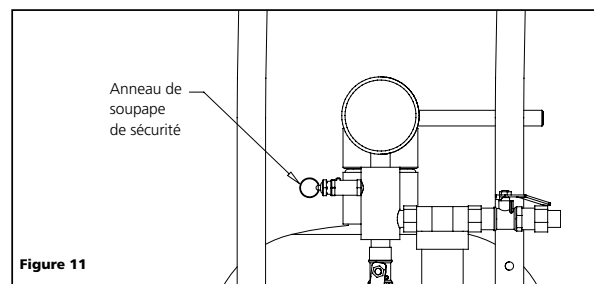

Figure 11
- Inspecter la soupape de sécurité en tirant l'anneau de la soupape de sécurité (voir figure 11). La soupape laissera sortir un débit continu d'air comprimé. Regarder le manomètre du réservoir : la pression d'air devrait diminuer. Si l'entrée d'air au réservoir est plus grande que la sortie d'air par la soupape de sécurité, la soupape de sécurité est bloquée et doit être remplacée. Remplacer la soupape de sécurité par une pièce de rechange identique.